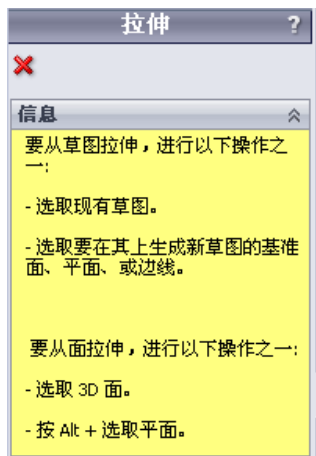

图 5.3.2 “拉伸”对话框
Step2. 选择命令。选择下拉菜单 **插入(I)** → **曲面(S)** → **拉伸曲面(E)...** 命令，系统弹出图 5.3.2 所示的“拉伸”对话框。